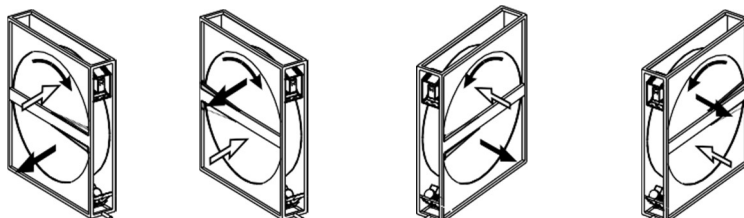

Рисунок 22. Направление вращения теплообменника в зависимости от направления потока воздуха и расположения очистного шлюза.
- направление вращения ротора, которое должно быть от вытяжной части через очистной шлюз к приточной части (Рис.22).